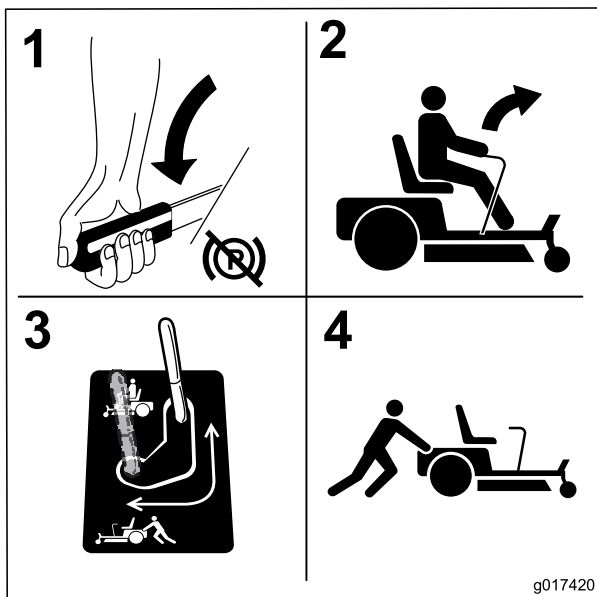

Figure 29
3. Pour pousser la machine, déplacez les leviers de dérivation en arrière et vers l'extérieur pour les bloquer en place comme montré à la Figure 29. Répétez cette procédure de chaque côté de la machine.
5. Pour faire fonctionner la machine, amenez les leviers de dérivation en position de marche avant (Figure 29).